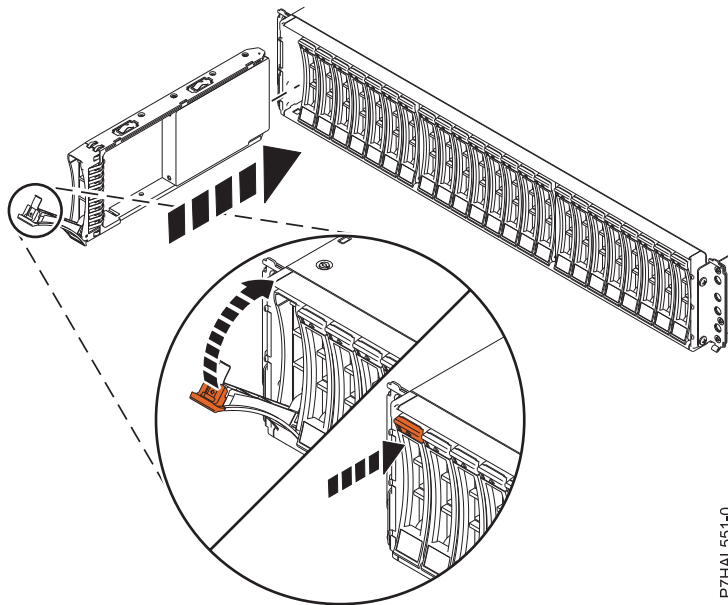

Figura 8. Instalar ou substituir a unidade de disco no 5887 suporte de unidades de disco
3. Com a pega na posição desbloqueada, conforme demonstrado em Figura 8, apoie a parte inferior da unidade enquanto alinha a mesma com as calhas de suporte.
7. Bloquee a unidade ao rodar a pega (A) na direcção demonstrada em Figura 8.